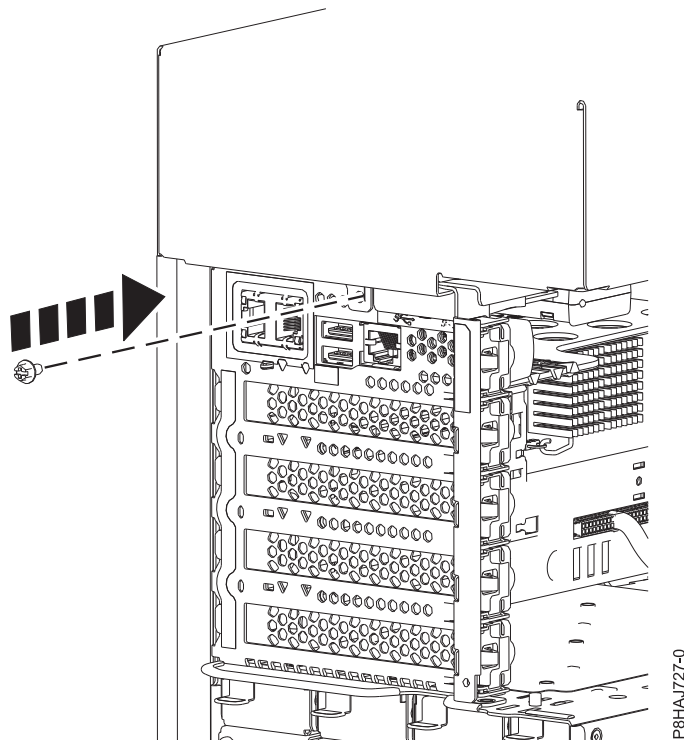

Figura 27. Colocación del tornillo de la cubierta lateral de 8286-41A
5. Ponga el tornillo posterior de la cubierta lateral con un destornillador de estrella, tal como se muestra en la Figura 27 en la página 47.